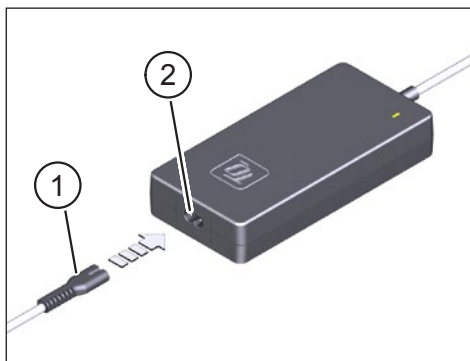

Fig. 1: Conecte el Charger a la red eléctrica
- ▶ Conecte el enchufe del pequeño electrodoméstico (Pos. 1 in Fig. 1) del cable de alimentación específico del país en la toma de corriente (Pos. 2 in Fig. 1) en el Charger.